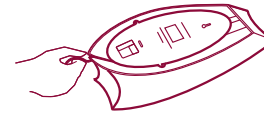

図3
- 充電台の下にあるコードワインダーで余分なコードを巻き取ります。溝に沿ってコードを通します。（図3）